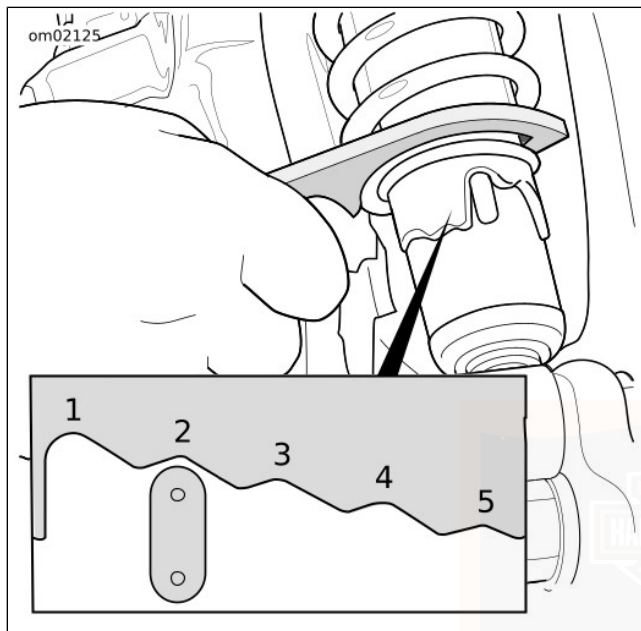

Figura 11. Ajuste de la precarga del amortiguador
Vea la Figura 11. No gire la leva de precarga más allá de la posición cinco (5) a la posición uno (1) ni de la posición uno (1) a la posición cinco (5).